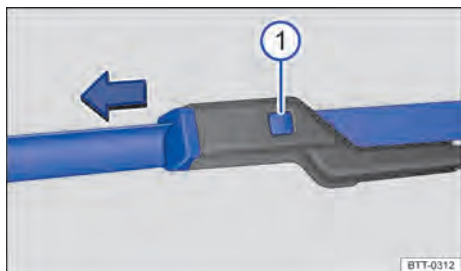

Fig. 202 Substituir as palhetas dos limpadores do para-brisa.
- Manter o botão de destravamento $\Rightarrow$ Fig. 202 ① pressionado e, ao mesmo tempo, retirar a palheta dos limpadores do para-brisa no sentido da seta.